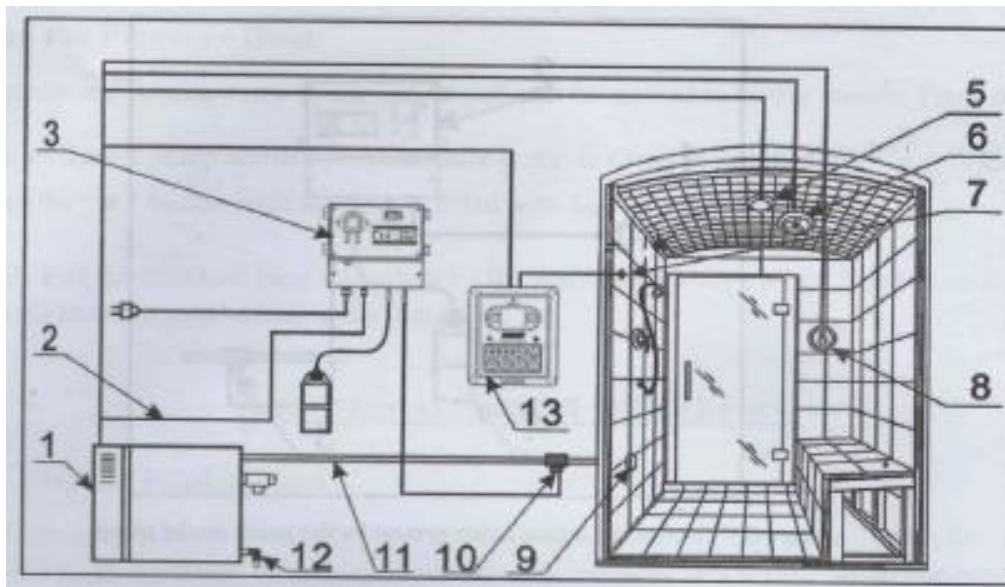
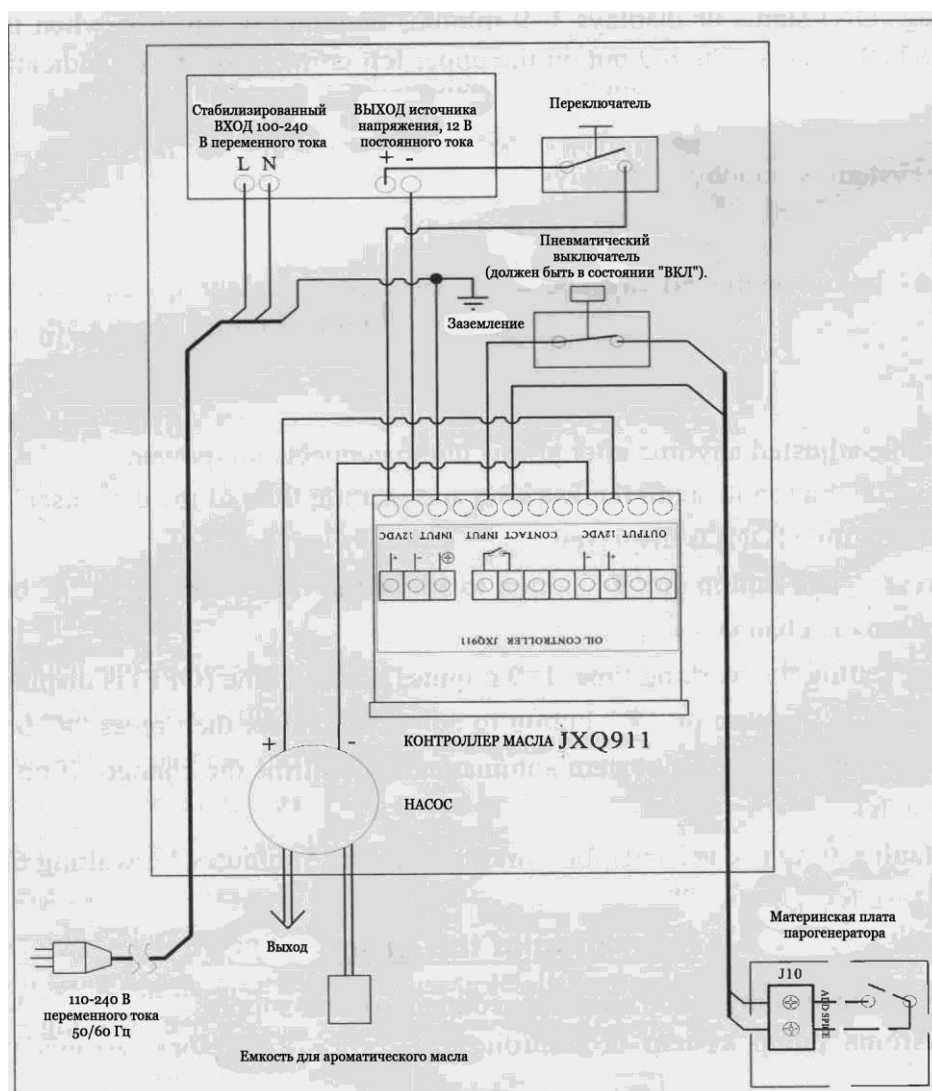

Рисунок 6 Управление системой насоса для ароматического масла с помощью парогенератора
Рисунок 11 Схема подключения системы насоса для ароматического масла при управлении с помощью парогенератора
Руководствуясь рис. 6 ~8, подсоедините шланг для подачи ароматического масла системе ввода масла на паропроводе.
Система насоса для ароматического масла может подсоединяться к парогенератору серии KSB и управляться ним. См. рис. 6 и рис. 11.
1. Если система насоса для ароматического масла управляется парогенератором: насос для ароматического масла может быть активирован нажатием на кнопку  (ADD/ SPICE (Добавить ароматические вещества)) на панели управления парогенератора, когда генератор производит парю См. монтажную схему на рис. 11.
3. Если насос для ароматического масла управляется панели на насосе: нажимайте кнопку "#" в течение более 5 секунд, чтобы включить насос для ароматического масла. См. монтажную схему на рис. 11 (без подключения управляющего кабеля к парогенератору). После того, как насос для ароматического масла включен, он будет работать в соответствии с пользовательскими настройками времени работы и времени ожидания.